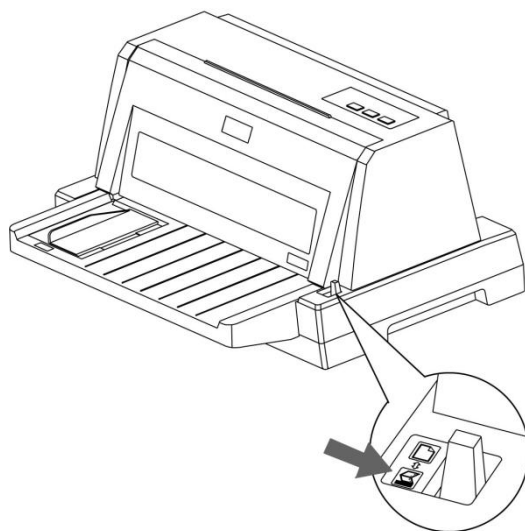

图 1
- 1) 关闭打印机电源。检查送纸调杆的位置，如图1所示将送纸调杆调节到前侧，并确认在链式纸图标的位置。